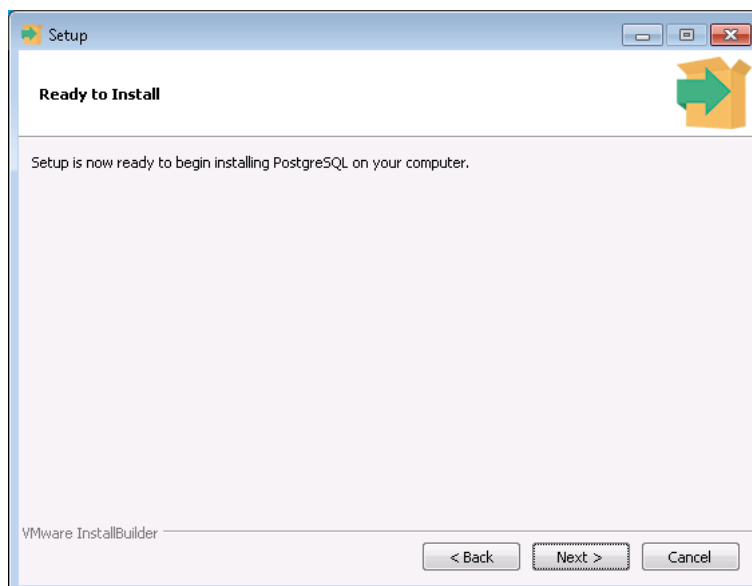

Рисунок 6.9 — Окно приглашения к установке СУБД PostgreSQL
7. В открывшемся окне нажмите кнопку *Next*, чтобы инициировать установку СУБД *PostgreSQL* (см. рисунок 6.9).